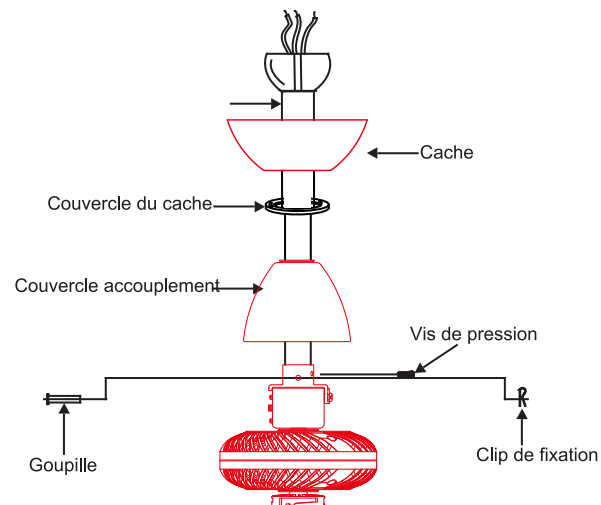

Fig. 9
Étape 8. Faites glisser le couvercle d'accouplement, le couvercle du cache et le cache sur la tige de suspension. (Fig. 9). Placez la balle de suspension sur la tige de suspension, insérez la broche transversale dans la tige de suspension et serrez. Serrez maintenant la vis de pression. (Fig. 9).